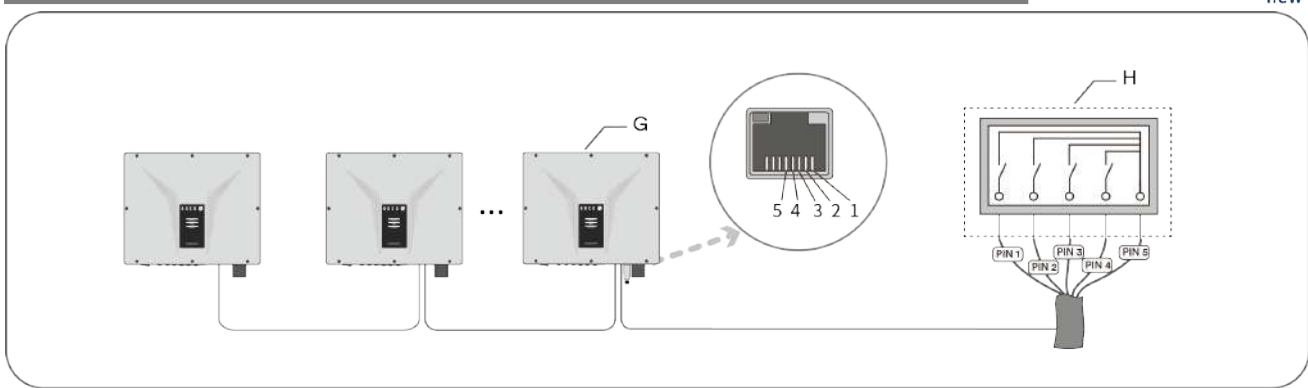

Abb. 48. Verbinden Sie das Netzkabel mit der Rundsteueranlage
8. Isolieren Sie das andere Ende des Netzwerkkabels ab. Befestigen Sie den Kupferdraht an der entsprechenden Klemme der Rundsteueranlage. Schraubendreher-Typ: SL1,5, Anzugsmoment: 0,6 Nm (siehe Abb. 48).